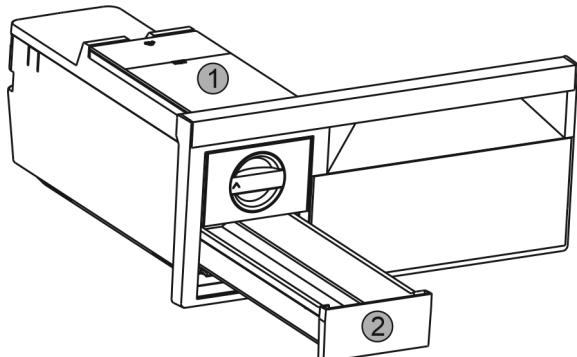

Fig. 58
- Извлечь бак для воды Fig. 58 (1) и выдвижной ящик для производства кубиков льда Fig. 58 (2).